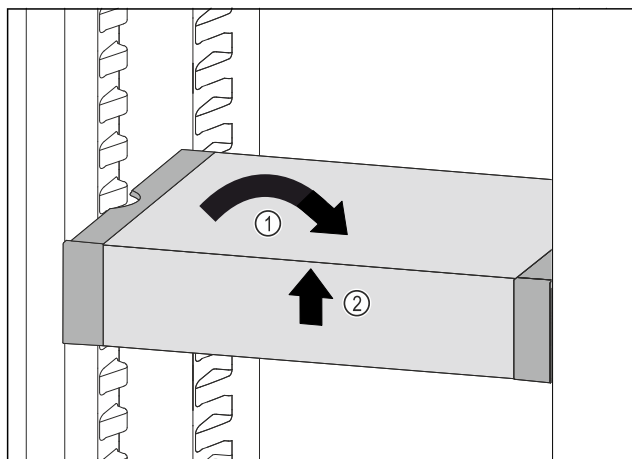

Fig. 124
- VarioSafe postavte rovno. Fig. 124 (1)
- VarioSafe nadvihnite vpred. Fig. 124 (2)